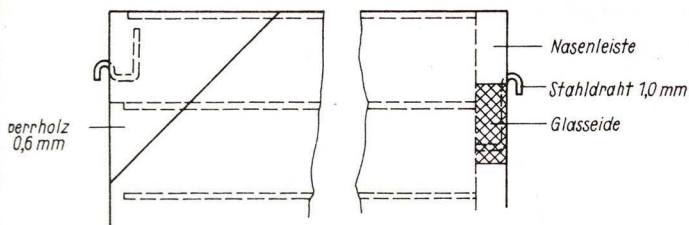

Bild 4: Vorrichtung zur Befestigung
Damit die Tragflächenhälften sicher zusammenhalten, befestigen wir vorn und hinten an jeder Tragflächenhälfte kleine Stahlhäkchen (Bild 4); um diese spannen wir kleine Gummiringe. Bei dieser und bei der vorher beschriebenen Befestigungsart müssen wir die Tragflächenunterseite in der Breite der Parasolauflege plus 10 mm Zugabe mit 0,6 mm dickem Sperrholz verstärken.
Die Tragfläche wird, wie im Bild 4 gezeigt, zusammengehalten. Sie kann aber auch im Profilmittelteil von Gummis oder einer Stahlfeder zusammengezogen werden.
Die Teile 20 und 37 brauchen wir nicht. Die Abmessungen für die Waffenträger (Bild 2) und die Luft-Luft-Raketen (Bild 4) können der Zeichnung entnommen werden. Danach befestigen wir diese, wie in Bild 3 angegeben, an den Tragflächen. Die kürzeren Träger [Bild 2 (10)] befinden sich dem Rumpf am nächsten. Teil 38 wird am rechten Flügel befestigt und am Bug, wie bei der MiG-17, eine Schießkamera angebracht (Teil 19).